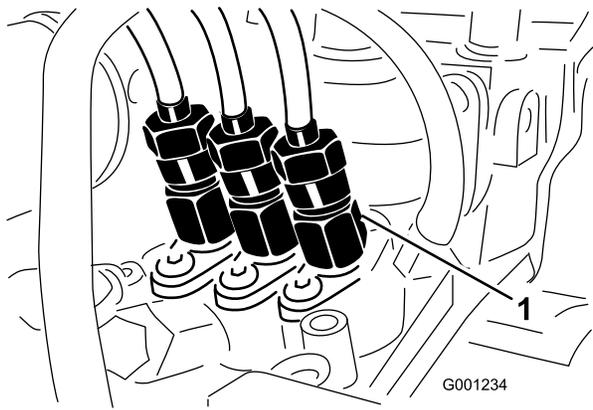

Figura 52
1. Afloje la tuerca del tubo en el conjunto de la boquilla y soporte del inyector N° 1 en la bomba de inyección (Figura 52).